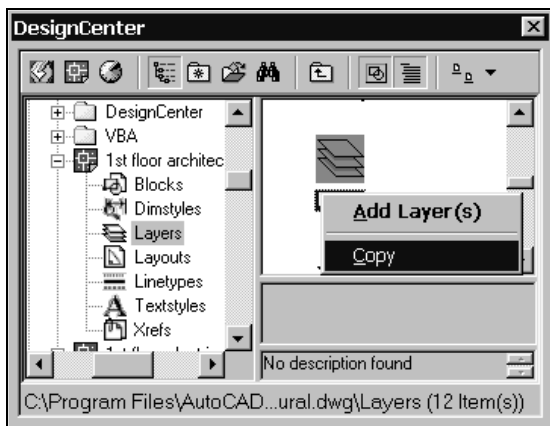

Рис. 7.14. Контекстное меню при копировании слоя в буфер обмена
- Щелкнуть на значке элемента чертежа, выведенного в палитре, правой кнопкой мыши и из появившегося контекстного меню выбрать **Copy** (Копировать) (рис. 7.14).